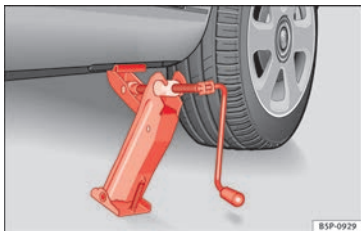

Bild 159 Montera domkraft.
- Justera domkraften så att dess arm sitter runt ribban under dörrtröskeln och domkraftens rörliga basplatta står plant på marken » **bild 159.**